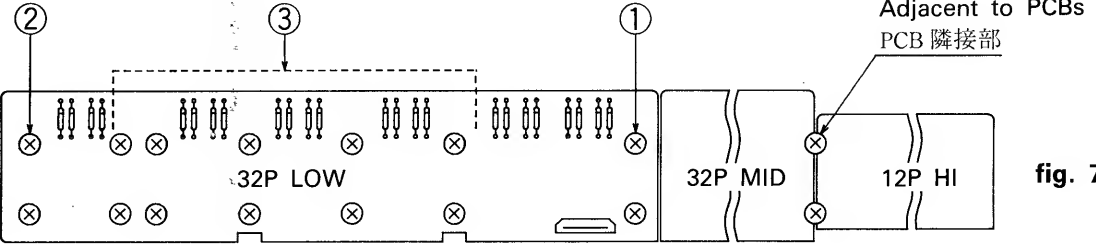

fig. 5
3) Then, put the PCBs so that the positioning pins of the Spacers fit into the positioning holes of the PCBs. At this time, use the PCB notch and Spacer lug as a guide. (See fig. 5.) As shown in fig. 6, there are three PCBs, LOW, MID and HI.
3) 次に、PCB の切り欠き部と SPACER の部を目印として、SPACER の位置決めピンに PCB の穴がはまるように PCB をおきます。(fig.5 参照のこと) PCB は、fig.6 で示されるように LOW、MID、HI の 3 枚で構成されています。